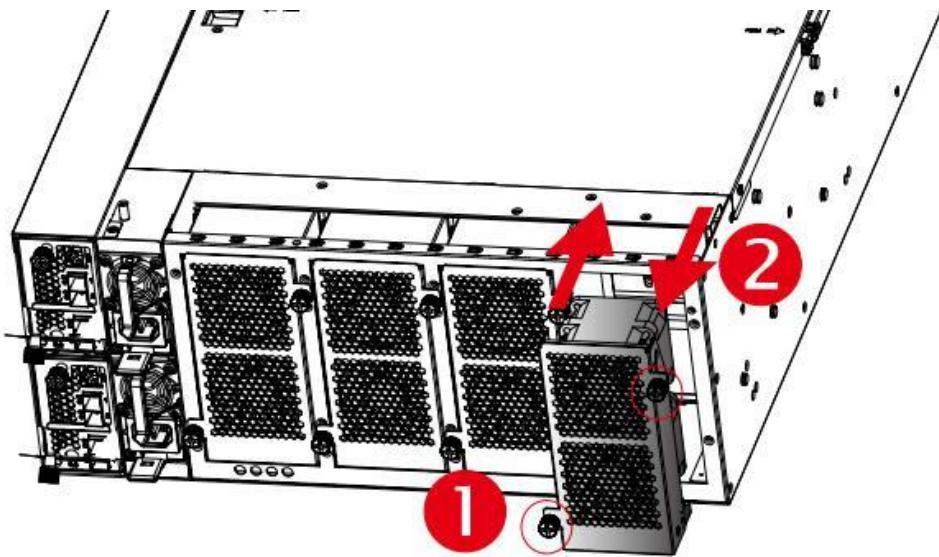

Рисунок 219 – Демонтаж и монтаж модуля вентилятора
2. Потяните модуль из лотка вентилятора, пока он не выйдет из шасси корпуса (см. Рисунок 219).